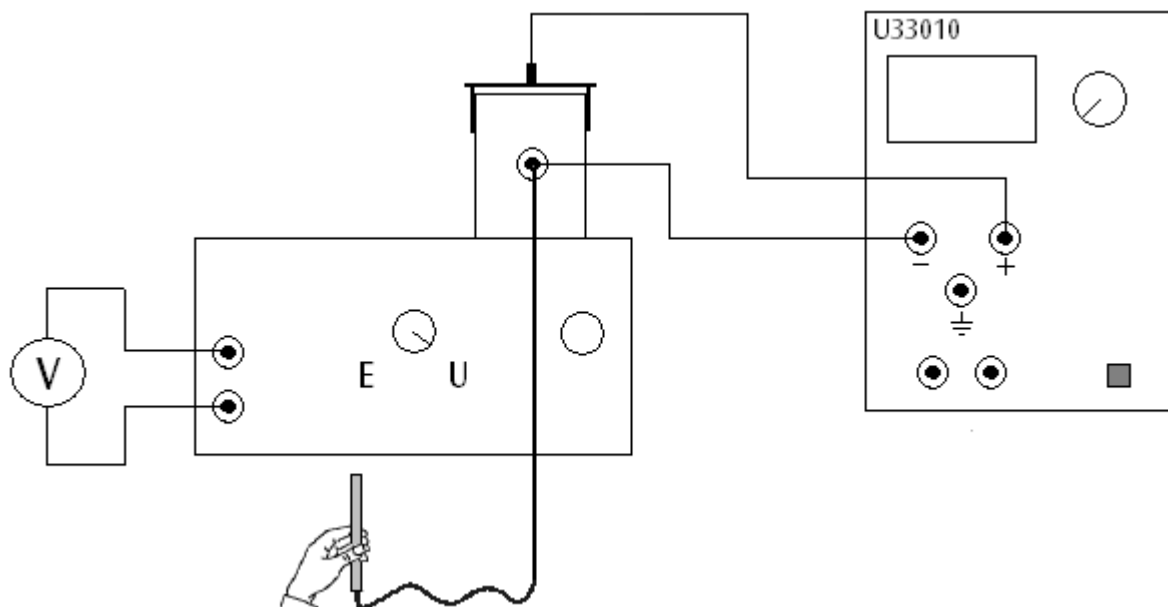

Fig. 3 Medição de tensão com um eletrômetro de indução
- Elaborar montagem de experiência conf. Fig. 3.